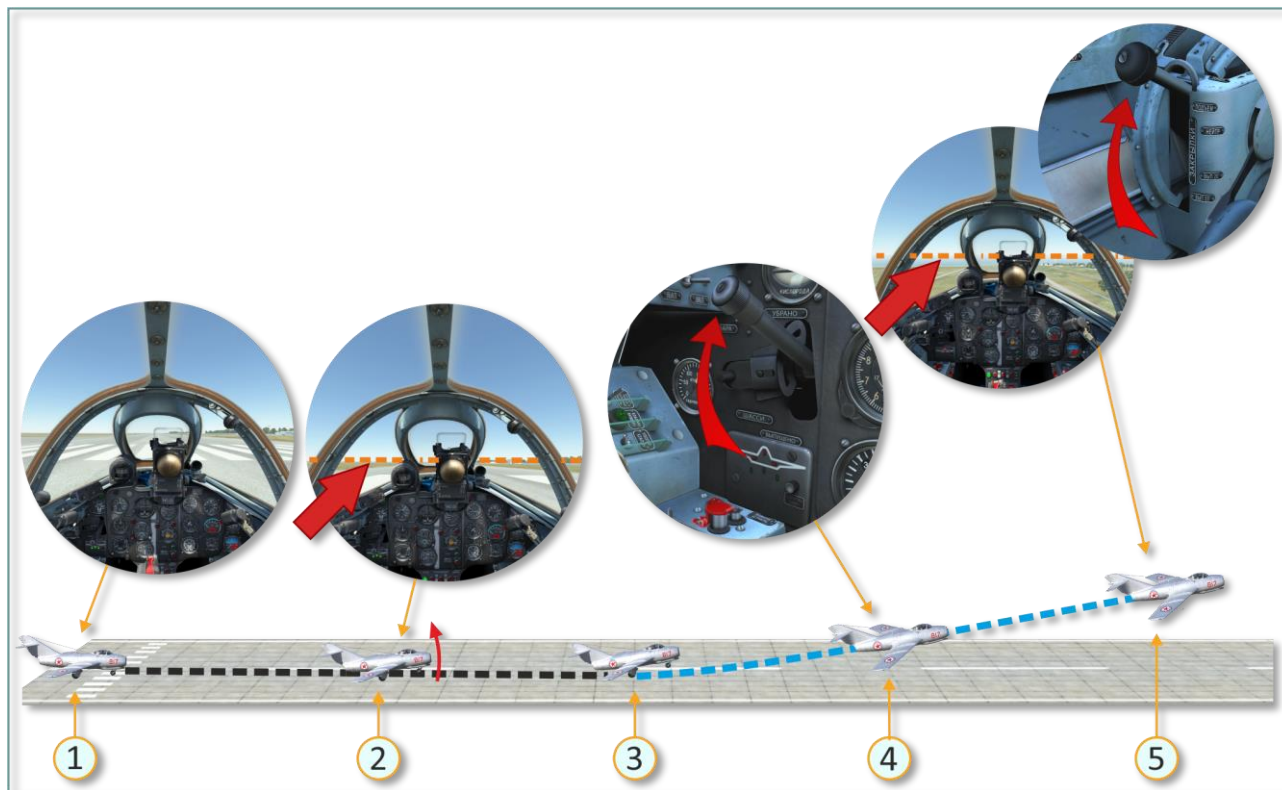

Рис. 7.1. Схема взлёта (оранжевым пунктиром показано положение линии горизонта).
2. На скорости 150–160 км/час плавным движением ручки на себя (на 1/4–1/3 хода) отделить носовое колесо от земли и "приподнять" нос самолёта до положения переплётов фонаря кабины относительно горизонта, указанного на Рис. 7.1, точка 2, и удерживать самолёт в таком положении до отрыва.
4. На высоте 10–15 м и скорости 350–400 км/ч убрать шасси (время уборки шасси 6–8 сек). Уборку проверить по сигнальным лампочкам (загорятся красные), механическим указателям и давлению в гидросистеме (должно быть 120–140 кг/см²). Затем кран шасси поставить нейтрально, защёлку оставить открытой, Рис. 7.1, точка 4.
5. Установить приборную скорость 500 км/час, а вертикальную – 7–8 м/сек, одновременно уменьшая обороты двигателя. Положение носа самолёта относительно горизонта при этом режиме указано на Рис. 7.1, точка 5.